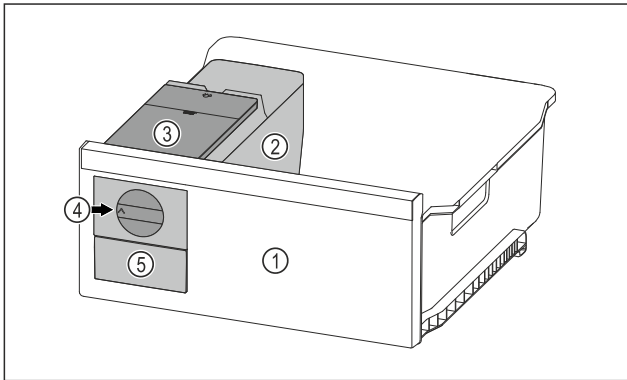

Fig. 79 Примерно изображение
- ▶ Завъртете въртящото се копче Fig. 79 (4) по часовниковата стрелка до упор.
- ▶ Ледените кубчета падат от формата за ледени кубчета в чекмеджето за ледени кубчета Fig. 79 (5). Ако не всички ледени кубчета се освобождават от формата за ледени кубчета: